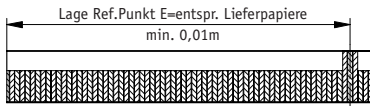

Abb. 6: Definition der Zählrichtung mit Magnetband und Montage Sensor/Magnetband, Abstandsmaße, Toleranzen
- Auf richtige Ausrichtung bezüglich der Zählrichtung achten (Abb. 6). Dies ist unerheblich